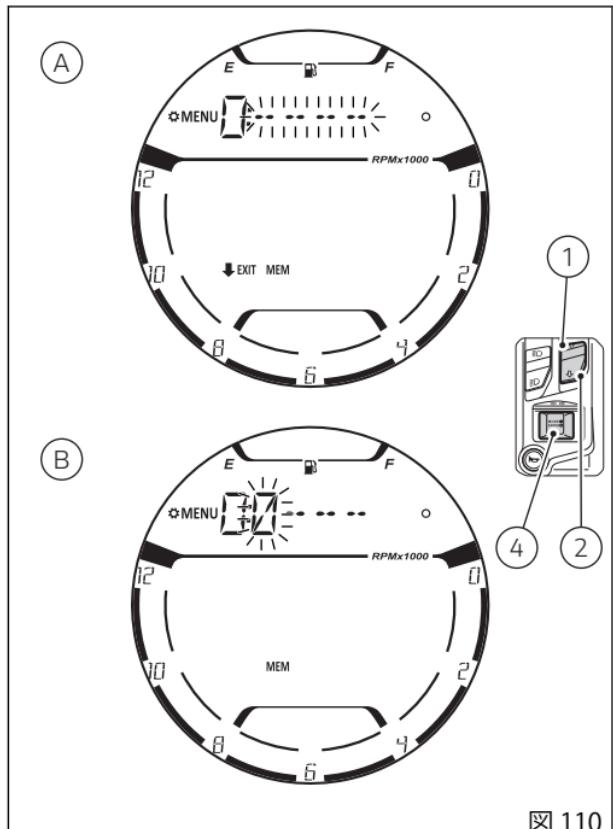

図 110
- PIN CODEが正しくない場合、インストルメントパネルは“ERROR”を2秒間点滅表示し、その後旧PIN CODEを入力する点線“----”を再び強調表示します(A、図110)。もう一度PIN CODEを入力してください。